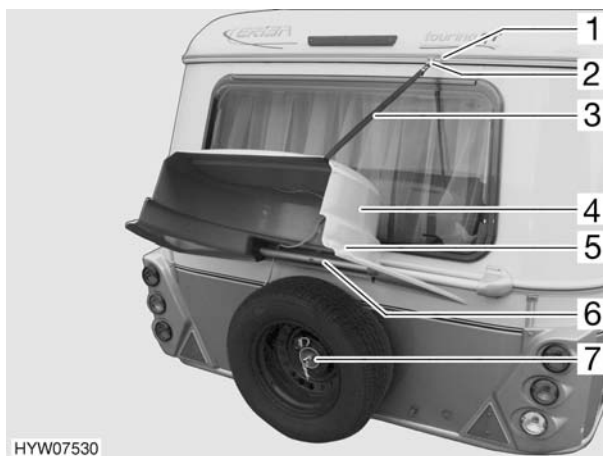

Fig. 111 Portaruota di scorta sul retro
- Tirare i due pomoli doppi (Fig. 111,5) a destra e a sinistra della copertura e sollevare leggermente la copertura (Fig. 111,4). La copertura si sblocca.
- Ribaltare verso l'alto la copertura (Fig. 111,4) e mantenerla in questa posizione.
- Allentare il gancio (Fig. 111,2) della cintura di arresto (Fig. 111,3) dalla staffa inferiore (Fig. 111,6) e agganciarlo nella staffa superiore (Fig. 111,1).
La copertura viene trattenuta dalla cintura (Fig. 111).